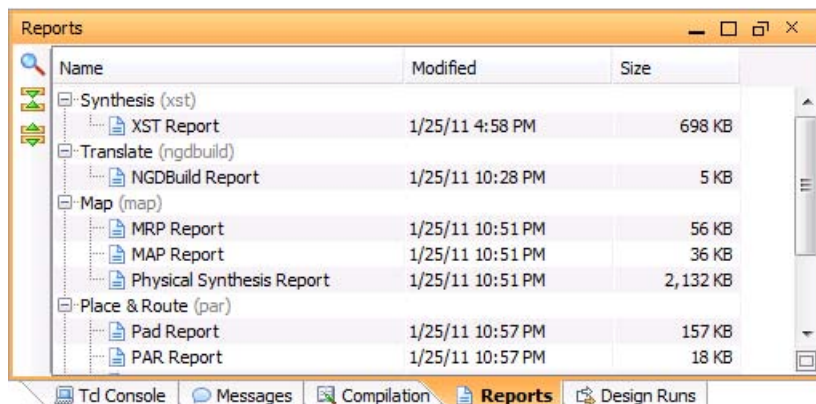

図 27 : ISE レポート ファイルの表示
12. [Windows] → [Reports] をクリックして [Reports] ビューを表示します (図 27)。